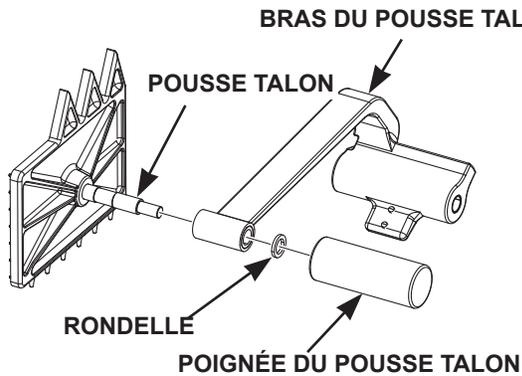

Fig. 14
- Montez le pousse talon (Fig. 14) en plaçant la rondelle, le bras et la poignée du pousse talon sur la tige du pousse talon.